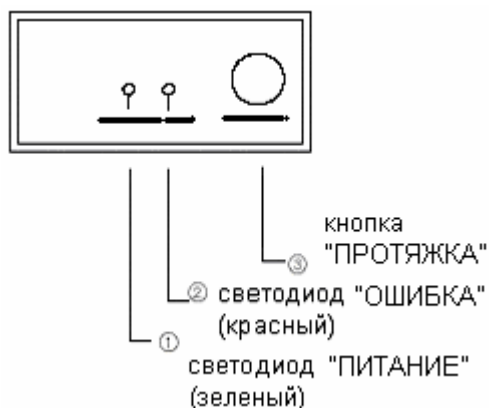

Рисунок 7.5 - Панель управления и контроля ККМ
7.3.2 Элементами панели управления и контроля (Рисунок 7.5) являются.